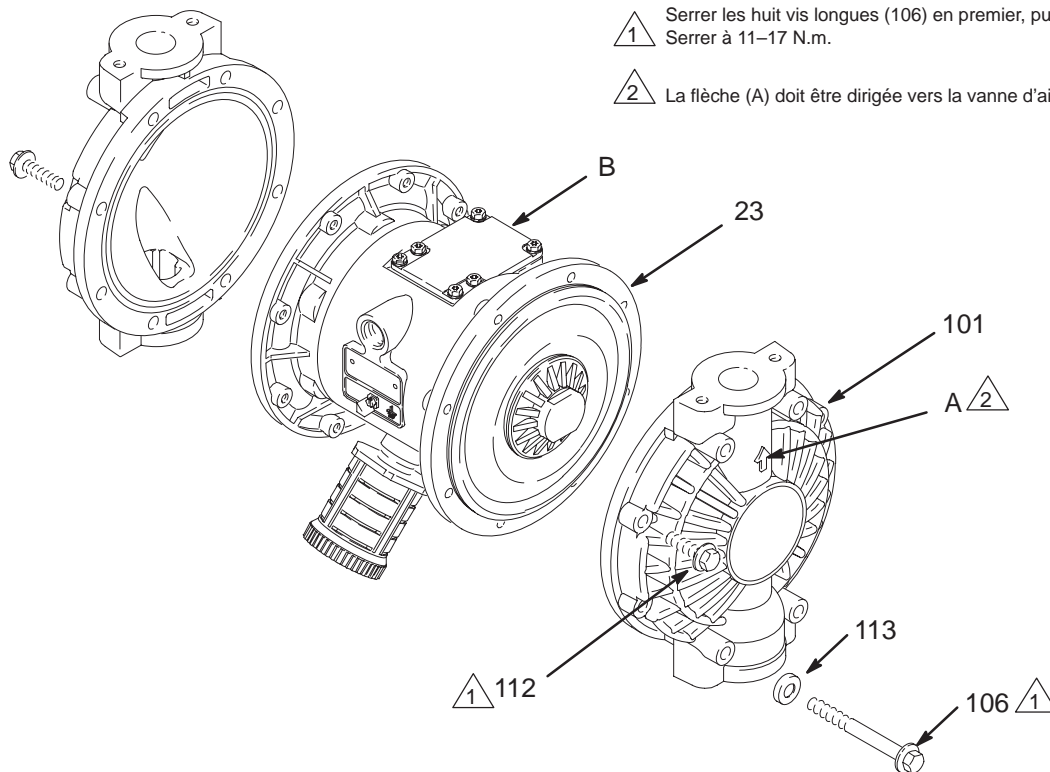

Fig. 12
3. À l'aide d'une clé à molette de 10 mm, retirer les vis (106 et 112) maintenant les capots du circuit (101) aux capots du circuit pneumatique (23). Retirer les capots du circuit (101) de la pompe. Voir la Fig. 12.
4. Enduire le filetage des plaques côté produit (105) de Loctite® moyenne force (bleu) ou d'un produit équivalent. Maintenir l'une des plaques (105) à l'aide d'une clé et serrer la plaque extérieure. Visser le boulon dans l'arbre et serrer à la main entre 27 et 34 N.m à 100 tr/mn maximum. **Ne pas serrer trop fort.**
5. Aligner les capots (101) du circuit produit sur le corps principal (1) de sorte que les flèches (A) sur les capots soient tournées dans le même sens que la vanne d'air (B). Serrer les vis (106 et 112) des capots à la main. Mettre les capuchons (113\*) sur les vis longues (106) et enfoncer ces vis dans les trous pratiqués en haut et en bas des capots. Voir la Fig. 12.
6. Serrer d'abord les vis les plus longues (106) en diagonale et régulièrement au couple 11–17 N.m, à l'aide d'une clé à douille de 10 mm. Visser ensuite les vis plus courtes (112), avec cette même clé.